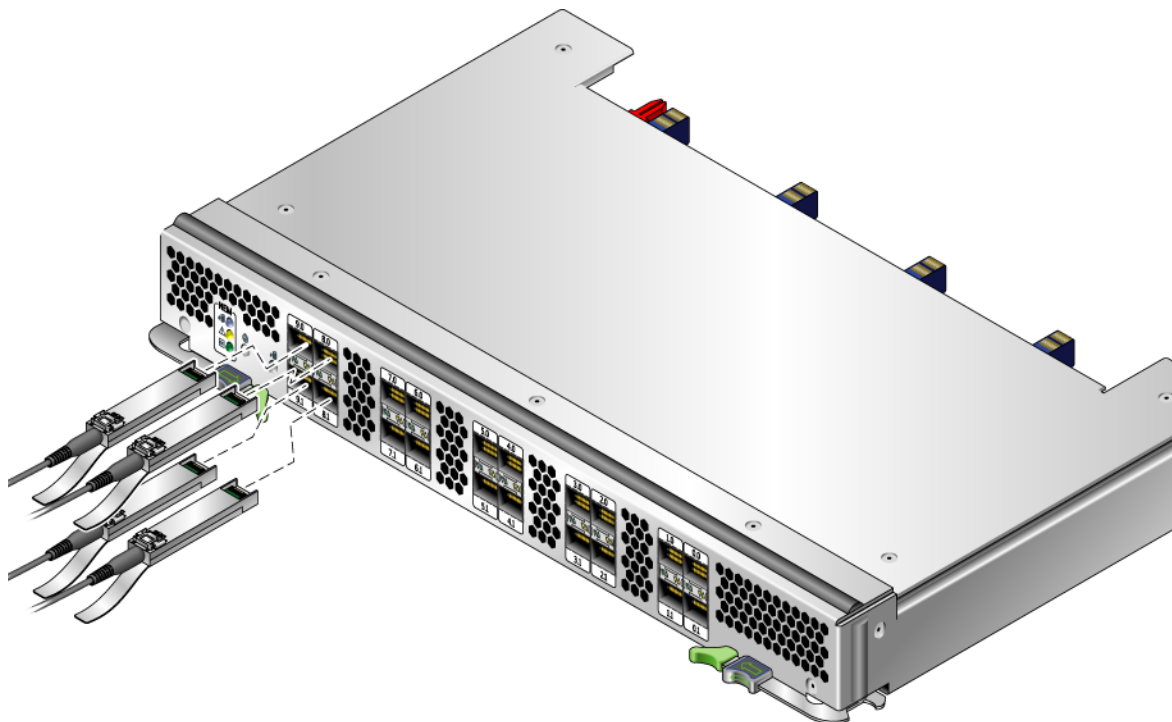

FIGURE 2-3 Connexion des câbles optiques
1. Connectez une extrémité du câble en fibre optique à un connecteur LC du NEM (voir FIGURE 2-3).